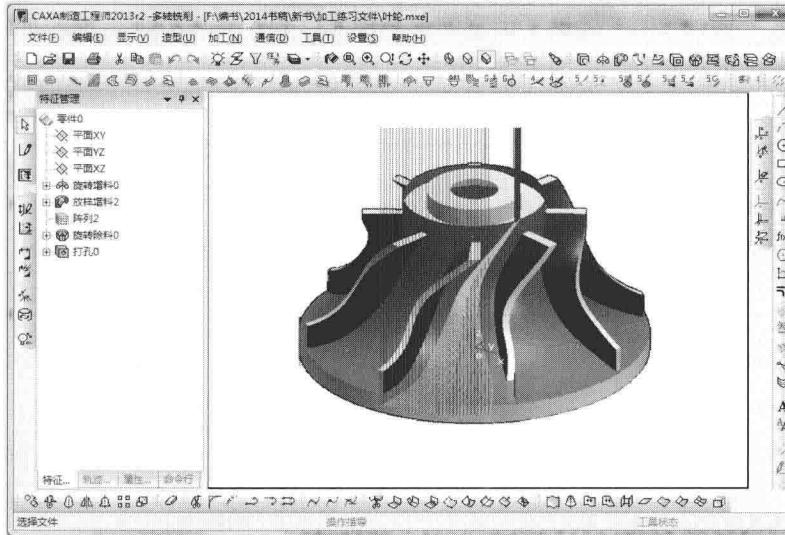

图 1-4 多轴加工
- 多轴加工：4~5 轴加工模块提供曲线加工、平切面加工、参数线加工、侧刃铣削加工等多种 4~5 轴加工功能。标准模块提供 2~3 轴铣削加工。4~5 轴加工为选配模块，如图 1-4 所示。